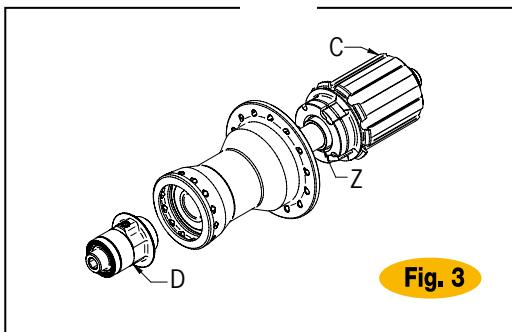

Fig. 3
- Extraer del perno el cuerpo del cuerpo libre con el relativo distanciador (Z) y continúe el proceso de limpieza de las carracas.
• Introduzcan nuevamente el perno (C) con el relativo distanciador (Z) (Fig. 3) en el cuerpo del buje prestando mucha atención al correcto posicionamiento de las carracas y bloqueen firmemente la tuerca de tope móvil con un par de 12 Nm.